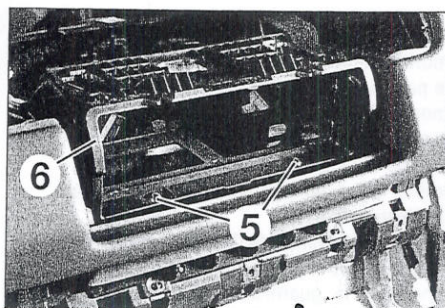

FIGURA 9-24
- Desmontar los dos tornillos de fijación (5) (figura 9-24).
- Desmontar el soporte de autoradio (6) (figura 9-24).